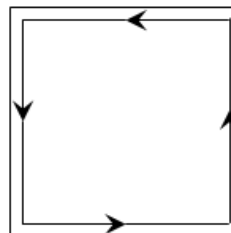

Figure 3. Orientation lors du dernier passage
3. Essuyer les coins et contours intérieurs du gabarit (Figure 3).